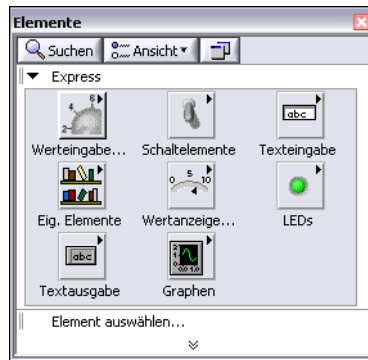

Abbildung 1-4. Elementpalette
1. Wenn die **Elemente**-Palette (vgl. Abbildung 1-4) nicht auf dem Frontpanel sichtbar ist, klicken Sie im Menü auf **Anzeigen»Elemente-palette**.